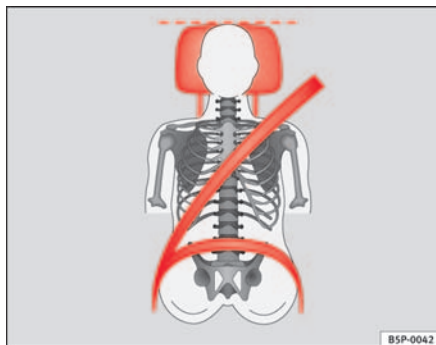
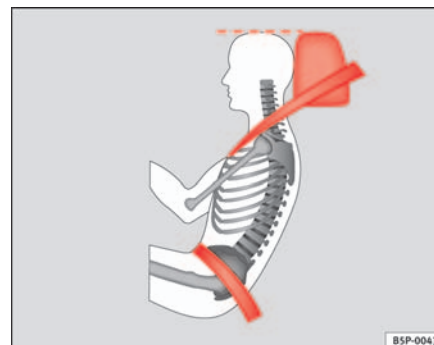

Fig. 92 Perspectiva de frente: encosto de cabeça correctamente ajustado e faixa do cinto correctamente colocada
Fig. 93 Perspectiva de lado: encosto de cabeça correctamente ajustado e faixa do cinto correctamente colocada
- Ajustar os encostos de cabeça de modo a que o rebordo superior do encosto fique alinhado com o alto da sua cabeça, no mínimo à altura dos olhos ⇒ fig. 92 e ⇒ fig. 93.